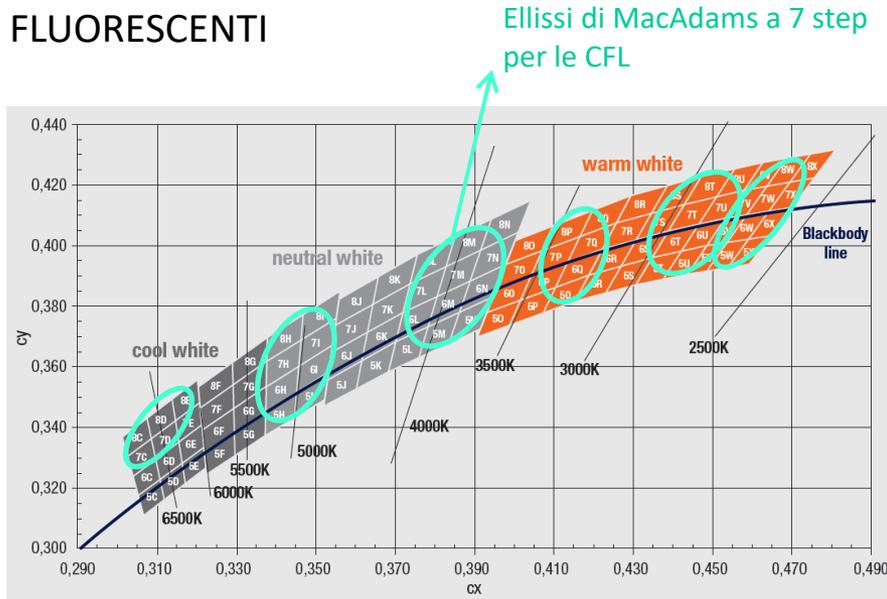

Figure 1
- Le ellissi di MacAdams in Fig. 1 sono chiamate ellissi a sette step, e sono fissate come standard per le fluorescenti compatte